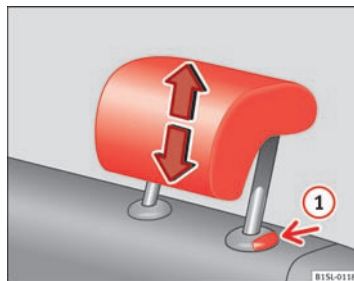

Fig. 32 Afmontering af hovedstøtte bagside
- Træk hovedstøtten helt ud, mens du trykker på knappen ⇒ Fig. 32 ①.